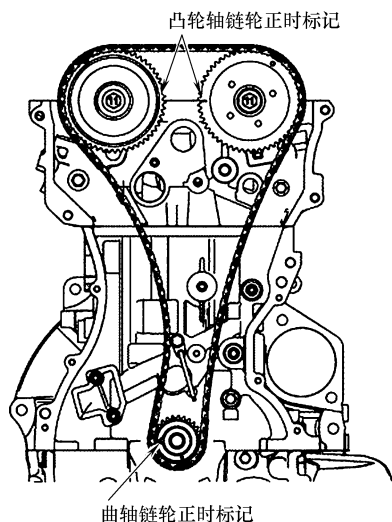
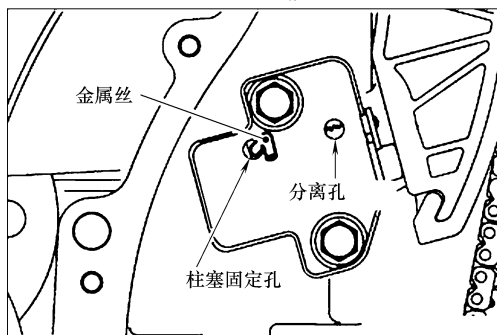

图 28-2 对齐正时标记
图 28-3 分离孔、柱塞固定孔识别
① 顺时针转动曲轴，按照图 28-2 所示，对齐各个链轮上的正时标记，然后将 1 缸活塞设置到压缩行程上止点。
② 把一字螺钉旋具插入正时链条张紧器的分离孔，分开棘齿。
③ 用手推动正时链条张紧器拉杆，将拉杆在正时链条张紧器柱塞中推到底，然后将直径为 1.5mm 的金属丝或 L 形的六角扳手插入柱塞固定孔中，如图 28-3 所示。